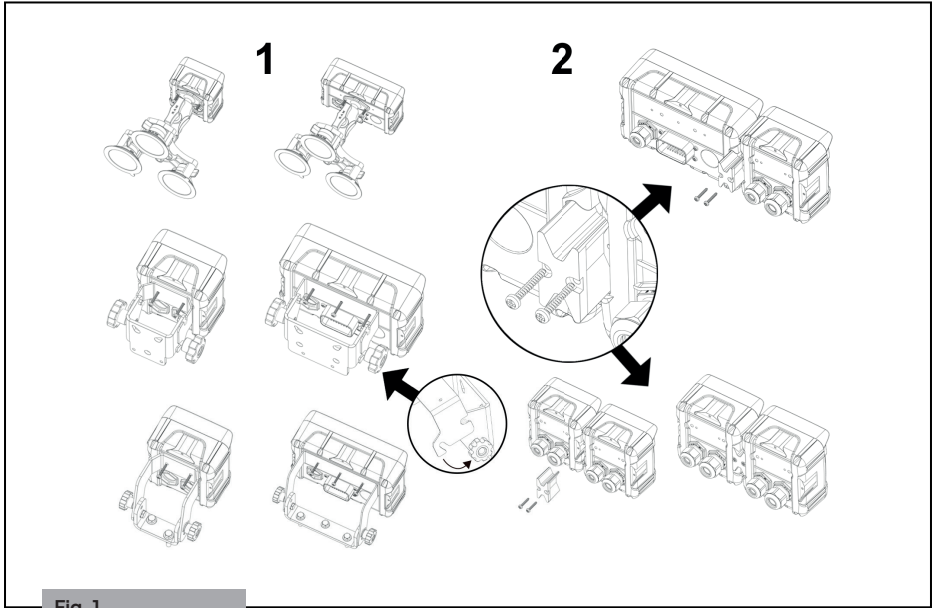

Fig. 1
Fixação da caixa de comando (1, Fig. 1)
NOTA: É possível combinar a Caixa Hidráulica com as Caixas de Comando de pulverização. Utilize a trava de engate para conexão (2, Fig.1).
Conexão de caixa opcional – elétrica (Fig. 1)
1. Acople a caixa opcional ao conjunto principal e aperte os parafusos (2, Fig. 1);
Montaje de la caja de control (Fig. 1)
Fije la caja de control utilizando el soporte cerca del asiento del conductor en una posición visible y protegida. Los controles deben ser fácilmente accesibles y no deben obstruir la visibilidad del asiento del conductor (1, Fig. 1).
NOTA: Es posible combinar la Caja de Control Hidráulico con las Cajas de Control de Pulverización. Utilice el seguro de enganche para la conexión (2, Fig. 1).
Conexión de la caja eléctrica opcional (Fig. 1)
1. Acople la caja opcional al conjunto principal y apriete los tornillos (2, Fig. 1);